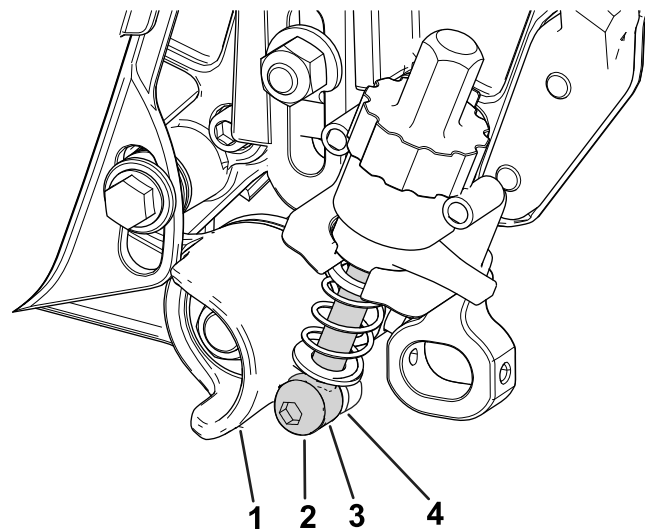

Figura 13
- Alinhe a haste de montagem do braço ajustador perto do colarinho do ajustador no conjunto do polia e fixe-o ao colarinho com um parafuso de ombro e anilha reforçada (Figura 13); aperte o parafuso com olhal com 16 a 22 N·m.